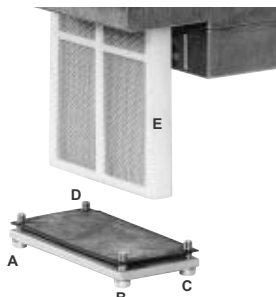

Fig. 47
- 2 Rimuovere le viti A ÷ D (Fig. 47).
- 3 Sostituire la cartuccia del filtro E (Fig. 47).